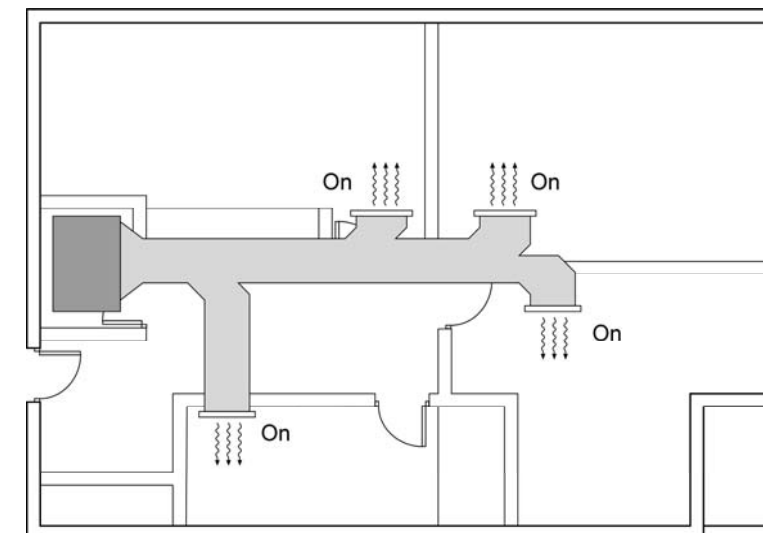

Fig. 7
- 2) Con todas las Zonas en Demanda (abiertas), mida la velocidad de impulsión del aire en todas las salidas y compruebe que está entre 2'0 m/s y 4'2 m/s (Ver Fig. 7). En caso de no cumplir por estar alguna salida por debajo de estos márgenes, aumente la presión disponible de la máquina a la siguiente disponible y vuelva a realizar las comprobaciones.
- 2) With every zone under demand (open), measure the outlet air speed checking that is within range from 2'0 m/s and 4'2 m/s (See Fig. 7). In case of not having this air flows in a zone, configure a higher external static pressure in the AC Unit and check outlets air speed again.
- 2) Mettre toutes les zones en demande (ouvertes), mesurer la vitesse de soufflage de l'air au niveau de toutes les bouches et vérifier qu'elle soit comprise entre 2,0 et 4,2 m/s (voir Fig. 7).
- 2) Con tutte le zone in regime di domanda (aperte), misurare la velocità dell'aria in uscita da tutti i terminali e verificare che sia compresa o il più vicino possibile compresa tra i 2,0 e i 4,2 m/s (vedere Fig. 7).